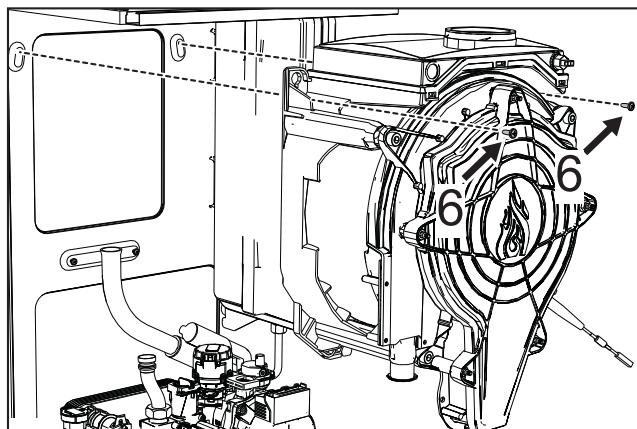

рис. 65
- Снимите 2 **верхних винта** "6" служащих для крепления теплообменника к раме (рис. 65)